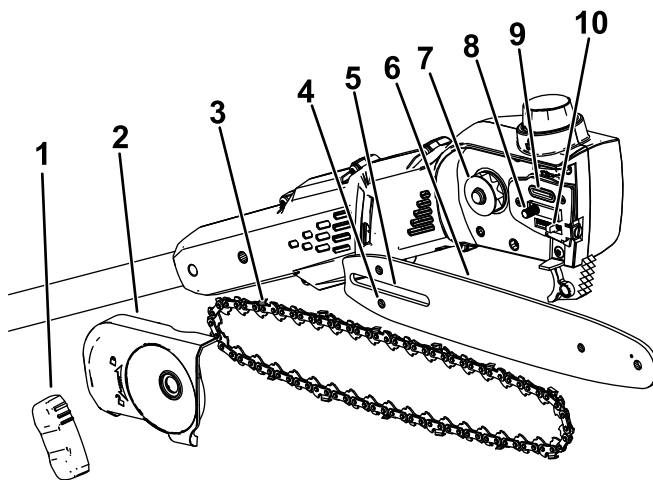

Figura 3
2. Remova a tampa lateral; rode o botão da tampa da barra no sentido contrário ao dos ponteiros do relógio até que o botão seja removido e depois remova a tampa lateral (Figura 3).
5. Posicione o laço aberto da corrente (o lado não na barra guia) em volta da roda dentada no podador (Figura 3).
Importante: Certifique-se de que o perno de ajuste da corrente é inserido na ranhura do perno de ajuste da corrente na barra guia (Figura 3).